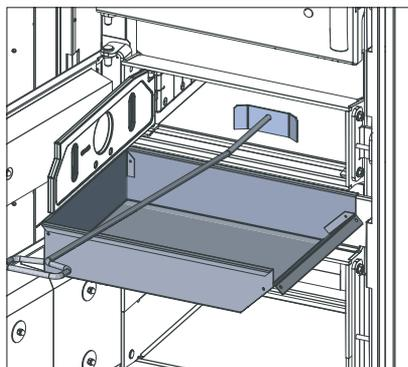
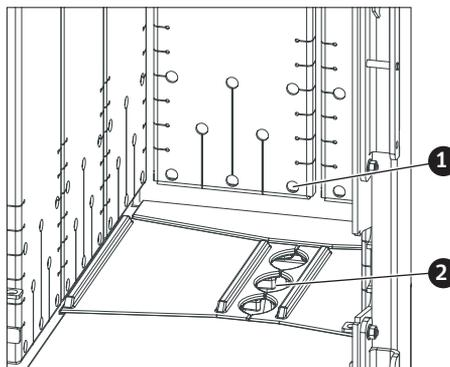

Fig. 6 Accrocher le tiroir à cendres, vider les cendres
Fig. 7 Foyer, trous des tôles suspendues, ouverture de combustion
- ▶ **Accrocher le tiroir à cendres** au niveau de la porte d'allumage (porte du milieu) dans l'habillage – Fig. 6.
- ▶ Ouvrir la porte d'allumage et la grille verticale et répartir **uniformément** les **cendres restantes** dans le foyer (Fig. 6). Vérifier que **les trous** dans les parois latérales suspendues **et l'ouverture de combustion** (Fig. 7) pour s'assurer qu'ils ne sont **pas bouchés**.